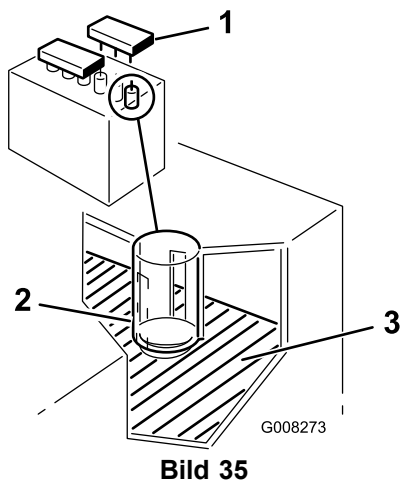

Bild 35
2. Entfernen Sie die Fülldeckel. Wenn der Füllstand die Fülllinien nicht erreicht (Bild 35), füllen Sie genug destilliertes Wasser nach; siehe Nachfüllen der Batterie“.
2. Entfernen Sie die Fülldeckel (Bild 35).
3. Gießen Sie langsam destilliertes Wasser in jede Batteriezelle, bis der Füllstand den unteren Teil des Rohrs erreicht (Bild 35).